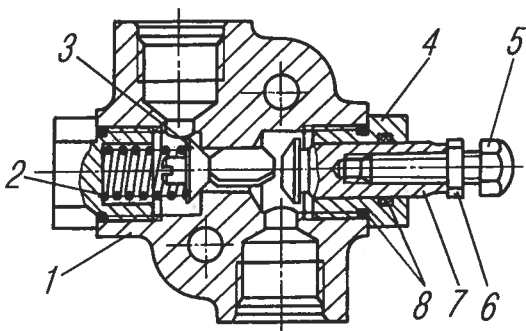

Рис. 123. Клапан ограничительный: 1 – корпус; 2 – пружина; 3 – клапан; 4 – втулка; 5 – болт регулировочный; 6 – контргайка; 7 – шток; 8 – кольца уплотнительные
**Ограничительный клапан.** В корпусе 1 (рис. 123) расположен клапан 3, прижатый к седлу пружиной 2, и шток 7 с регулировочным болтом 5. При нажатии на сферическую головку регулировочного болта шток перемещается и открывает клапан 3. Напорная и сливная магистрали при этом соединяются между собой, прекращая дальнейший подъем платформы.